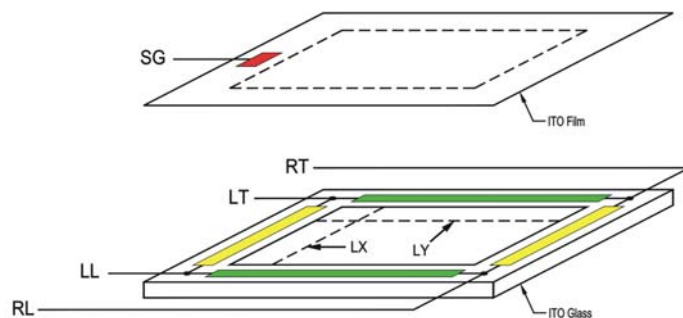
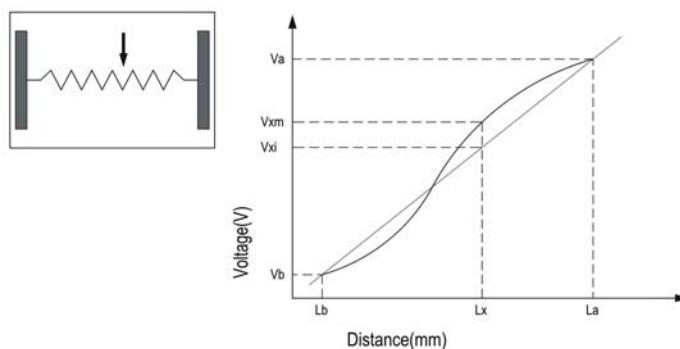

Figure 10-1
Figure 10-2
(1) Linearity Condition [線性測試條件]
Step 6: measure the voltage differences between RT and LT (or RT and RL) (Fig 10-1) (Fig 10-2)
[將 RT , RL 短路(或 RL , LL 短路)並接上 5V 的直流電, 另外將 LT , LL 短路(或 RT , LT 短路)並接上接地線 0V, 以 5.0mm 的間隔, 利用手寫筆(stylus)劃直線(如圖 2 中 LX 和 LY),並量測 SG 的電壓, 量測並計算 RT 與 LT 間的電位差(或 RT 與 RL 間的電位差)] (Fig 10-1) (Fig 10-2)